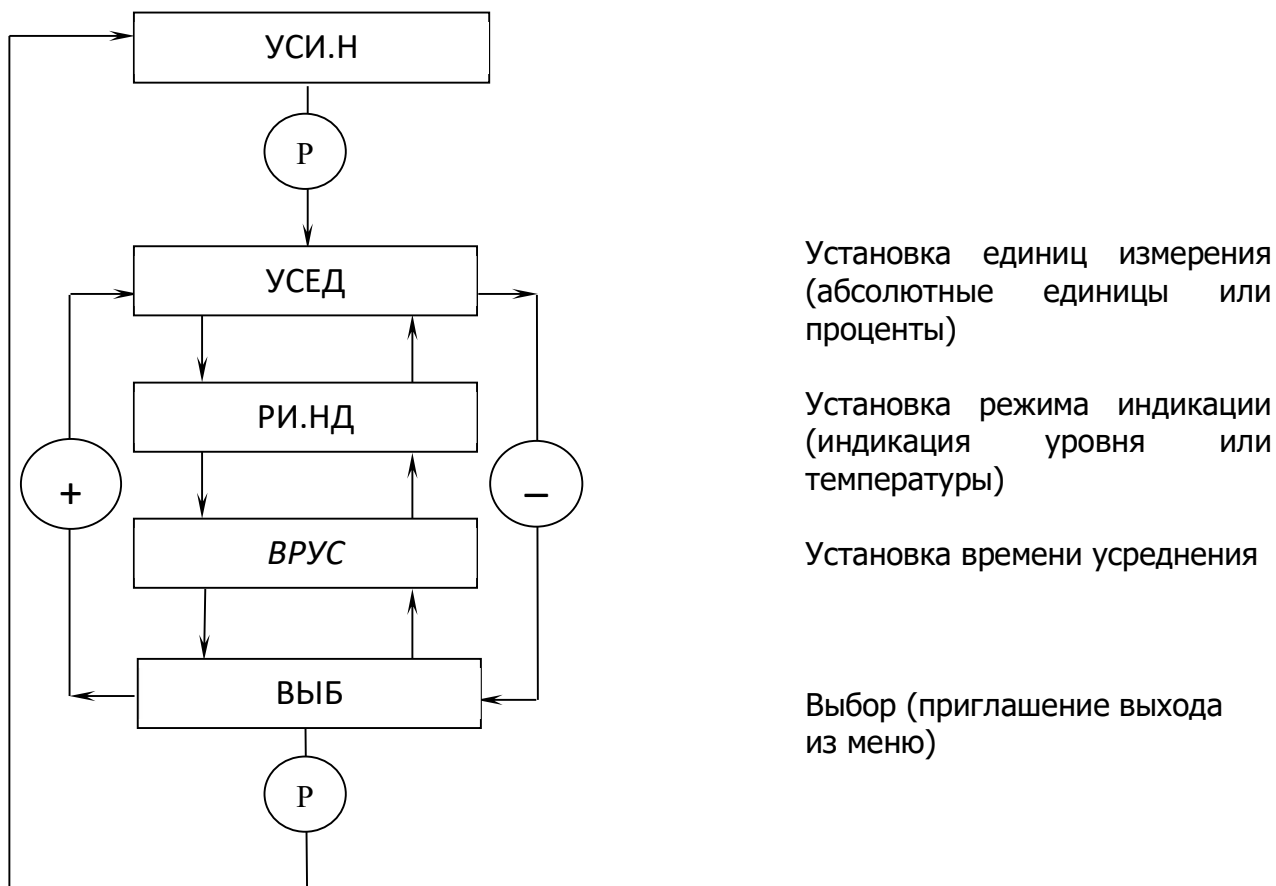

Рис. 12. Меню установок индикатора
- нажать кнопку «Р» для попадания в меню установок индикатора (рис. 12);
- нажать последовательно кнопку «+» или «-» до появления сообщения «УСИ.Н» (рис. 12);